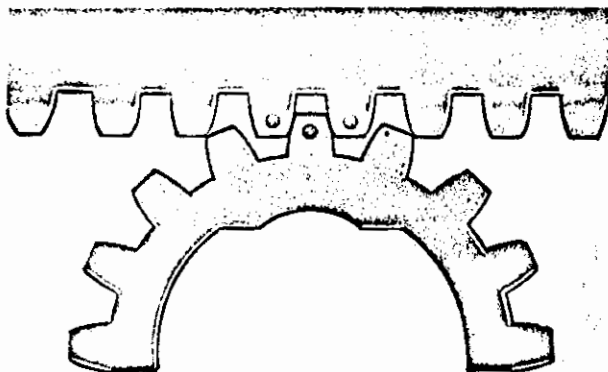

Fig. 18 - Situación de las marcas de distribución en la cremallera y engranaje del inyector
2. Colóquese el engranaje para que engrane con la cremallera de manera que la marca de distribución que lleva uno de los dientes del engranaje quede entre los dientes marcados de la cremallera. Las marcas de distribución deben quedar mirando hacia la persona que arma las piezas vistas hacia abajo desde el extremo roscado del cuerpo, como se ve en la Fig. 18. El uso de una linterna de mano o la lupa iluminada No. 8201455 facilita grandemente la operación de hacer coincidir las marcas de distribución de la cremallera y el engranaje ya que de otra forma resulta difícil ver las marcas.